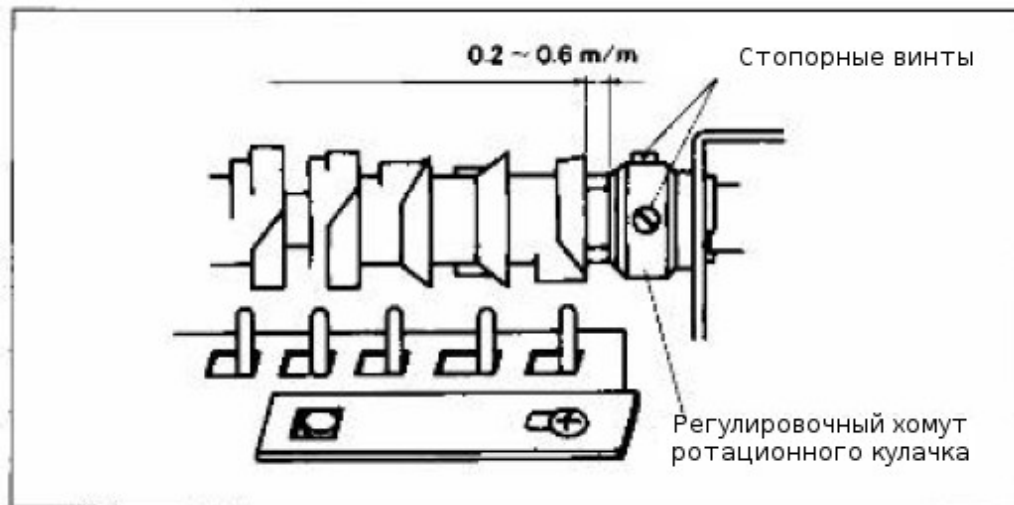

Рис. 6-3
- 2) Оставьте зазор в 0,2-0,6 мм (ТУР 0,3 мм) между ротационным кулачком и регулировочным хомутом ротационного кулачка, затем, крепко затяните стопорные винты регулировочного хомута ротационного кулачка. Рис. 6-3